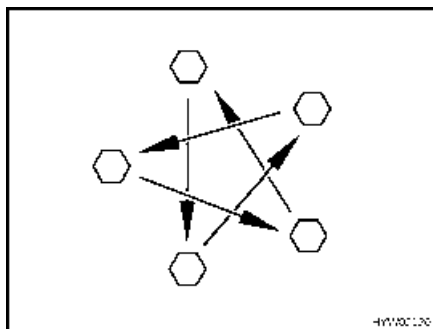

Fig. 256 Serrare a croce i dadi o i bulloni delle ruote
- Controllare regolarmente il serraggio dei dadi o dei bulloni. Regolare a croce (Fig. 256) il serraggio dei dadi o dei bulloni di una ruota sostituita dopo circa 50 km.
- ▷ Serrare a croce i dadi o i bulloni delle ruote (Fig. 256). Coppia di serraggio vedi paragrafo 13.5.2.